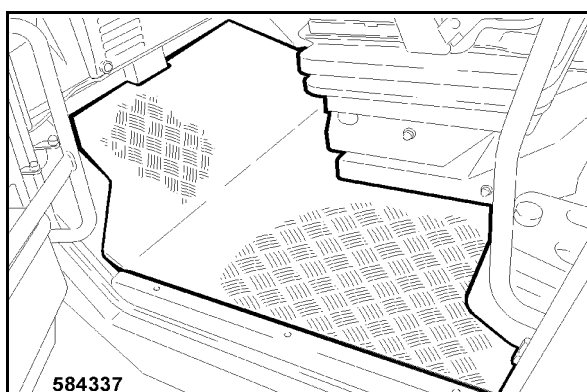

Fig. 222
- Poser le tapis de sol 1 (Fig. 222).